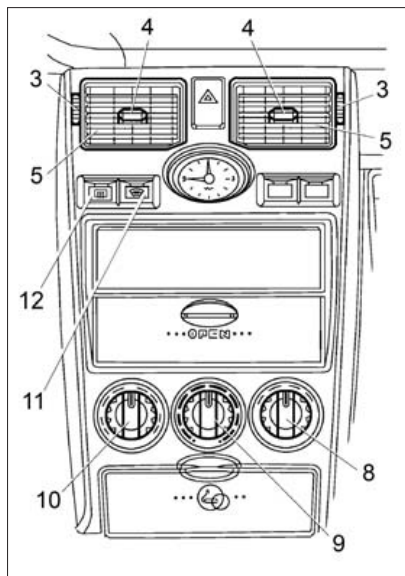

Рис. 41. Переключатели обогрева
- 8 – правый поворотный переключатель (рис. 41):
- регуляторами управления заслонками сопел 3 и ручками регулировки направления воздушного потока 4 (рис. 41) направить воздух в салон.
Для включения кондиционирования необходимо нажать на клавишу 6 (рис. 41а), при этом загорается контрольный индикатор, встроенный в клавишу переключателя.
- 1 – центральные сопла вентиляции (рис. 41а);
Рис. 41а. Органы управления
Направление потока воздуха регулируется ручками 3 (рис. 41а) направляющих лопаток центральных сопел путем изменения положения заслонок вверх или вниз, а регуляторами 2 управления заслонками сопел поток воздуха открывается или перекрывается полностью.
В зависимости от положения температурного переключателя 9 (рис. 41а) через сопла вентиляции обеспечивается поступление в салон холодного или подогретого воздуха. Для увеличения притока свежего воздуха рекомендуется включить электровентилятор отопителя рукояткой 5 управления скоростью потока воздуха и установить рукоятку 7 управления направлением потока воздуха в положение  – «вентиляция салона».